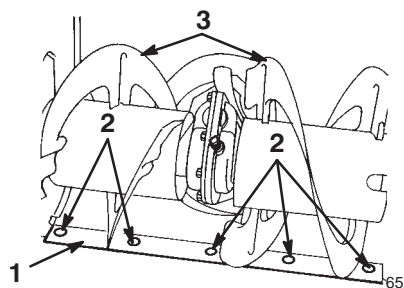

Figure 26
1. Patin (2)
2. Ecrous à bride (4)
3. Côté du carter de tarière (2)
6. Placez un support sous les lames de la tarière pour qu'elles se trouvent à 3 mm du sol (Fig. 26).
8. Pour corriger la position de la lame racleuse, desserrez les 5 vis de montage (Fig. 26), mettez la lame de niveau à la hauteur voulue et resserrez les vis.